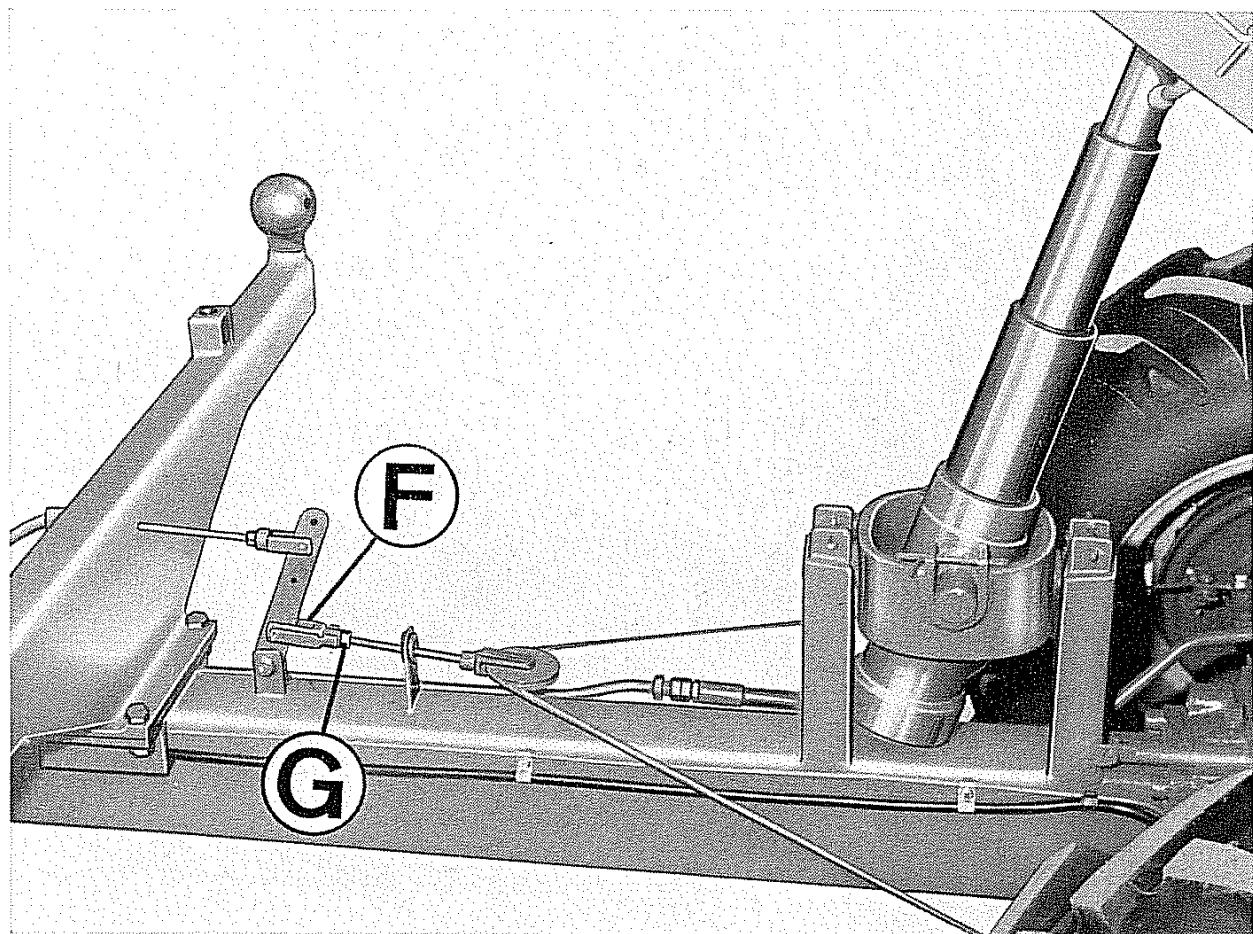

Fig. 26 - Registrazione frenatura di soccorso e stazionamento
- Separare la forcetta **F** (fig. 26).